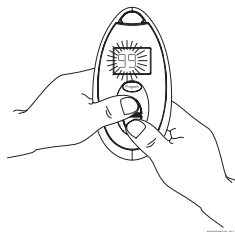

Fig. 7 Attivazione del telecomando
- ▶ Posizionare il telecomando di fronte al quadro comandi dell'apparecchio e premere contemporaneamente i tasti  e  del telecomando (Fig. 7).